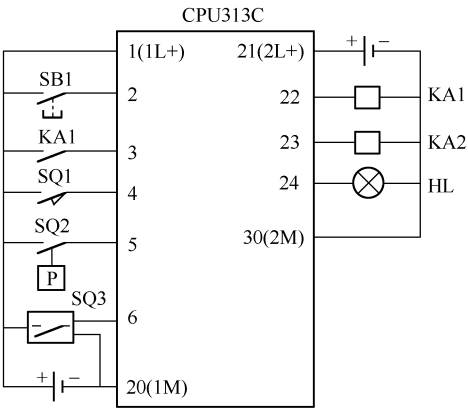

图 1-6 输入/输出接口
2) 输入信号的设备的种类。输入信号可以是离散信号和模拟信号。当输入端是离散信号时，输入端的设备类型可以是限位开关、按钮、压力继电器、继电器触点、接近开关、选择开关及光电开关等，如图 1-6 所示。当输入为模拟量输入时，输入设备的类型可以是压力传感器、温度传感器、流量传感器、电压传感器、电流传感器及力传感器等。